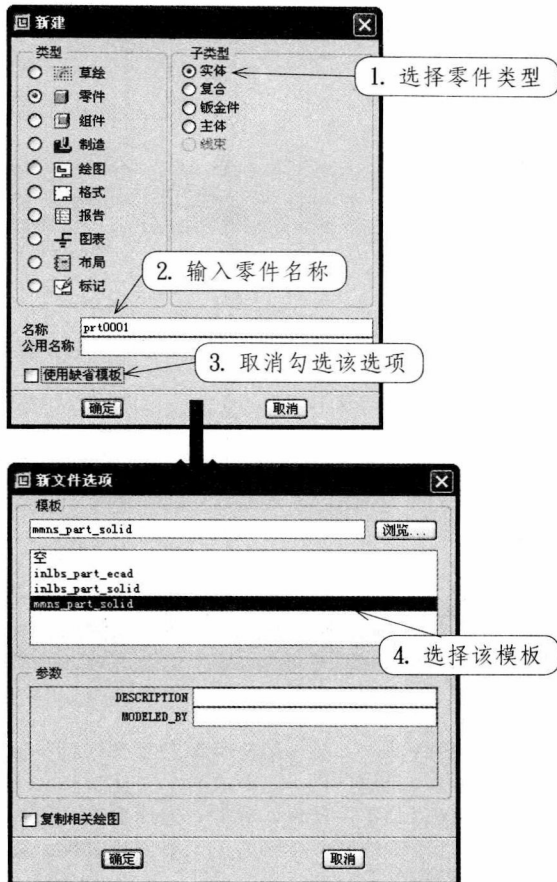

图 1-15 新建文件
- ① 单击“新建”按钮，打开“新建”对话框。
- ② 在“新建”对话框中的“类型”选项组中，选中“零件”单选按钮，在右边的“子类型”选项卡中选中“实体”单选按钮，在“名称”文本框中输入需要的文件名，取消选中的“使用缺省模板”复选框，然后单击“确定”按钮。
- ③ 弹出“新文件选项”对话框，在“模板”选项组中选择 mmns_part_solid 选项，单击“确定”按钮，即可进入零件设计环境，如图 1-15 所示。